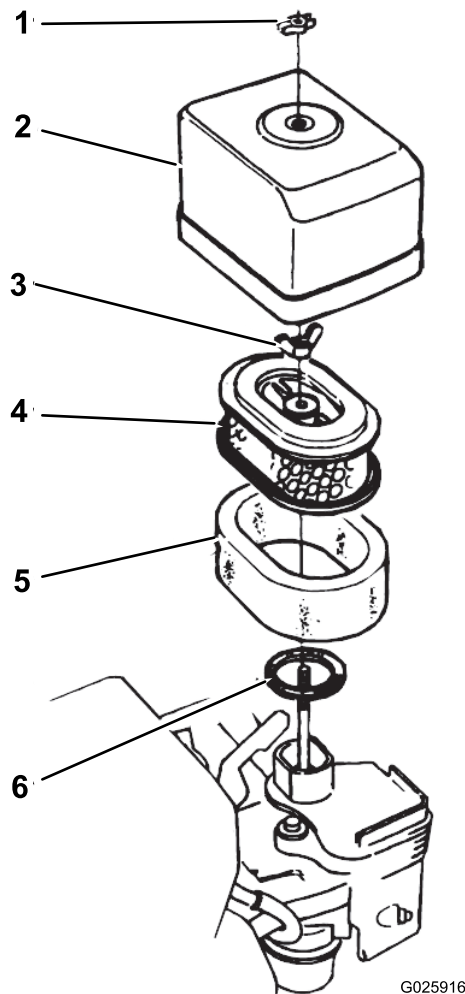

图 30
2. 拧掉将空气滤清器盖固定到空气滤清器上的蝶型螺帽然后取下滤清器盖图 30。
5. 用蝶形螺母将空气滤清器盖安装到空气滤清器上图 30。
1. 拧掉将空气滤清器盖固定到空气滤清器上的蝶型螺帽然后取下滤清器盖 图 30。
2. 从空气滤清器上卸下蝶型螺帽然后取出滤清器 图 30。
3. 从纸质滤芯上取下泡沫空气滤清器滤芯 图 30。
1. 将泡沫空气滤清器滤芯安装到纸质滤芯上 图 30。
2. 检查垫片是否磨损和损坏 图 30。
3. 确保垫片放置在化油器的进气室上 图 30。
4. 用蝶型螺母将空气滤清器滤芯安装到化油器 图 30。
5. 用另一个蝶型螺母将空气滤清器盖安装到化油器 图 30。